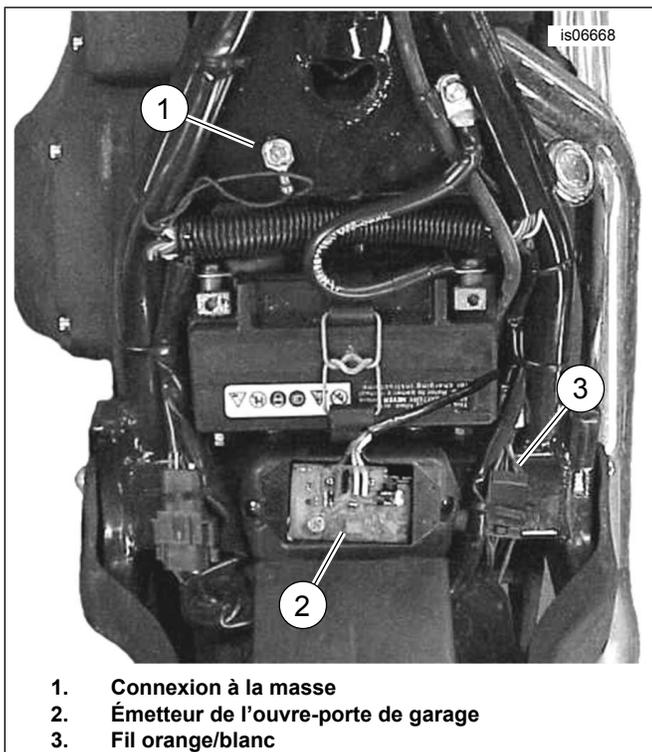

Figure 3. Montage de l'émetteur (modèles Softail de 1999 et plus anciens)
2. Voir Figure 3. Retirer la vis de masse (1) située sur le dessus du cadre, sous la selle près du réservoir de carburant.